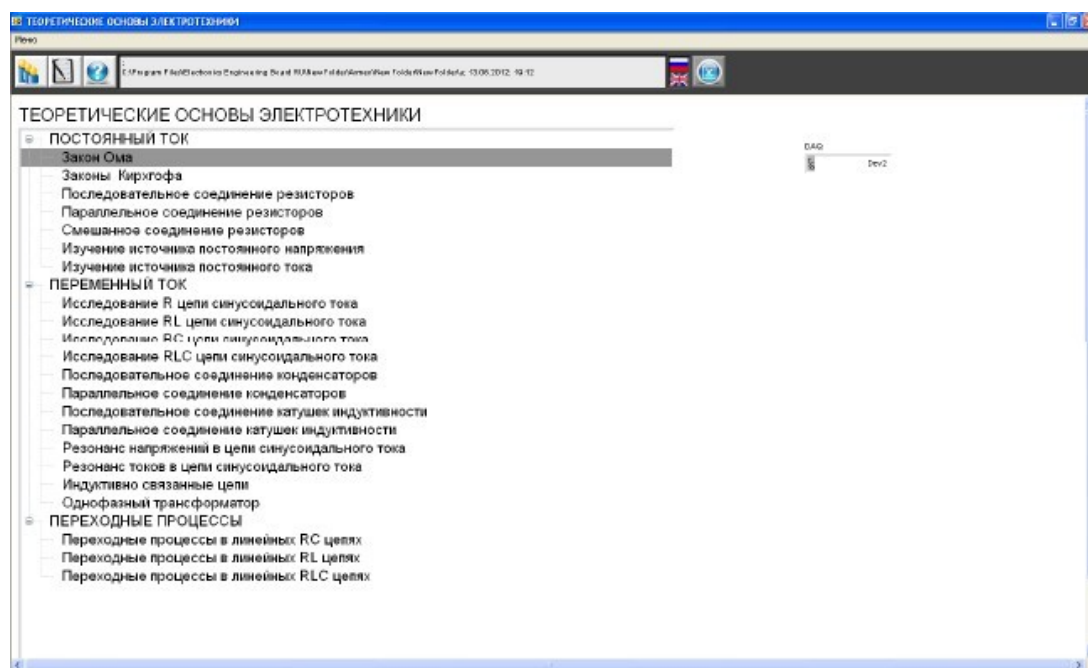
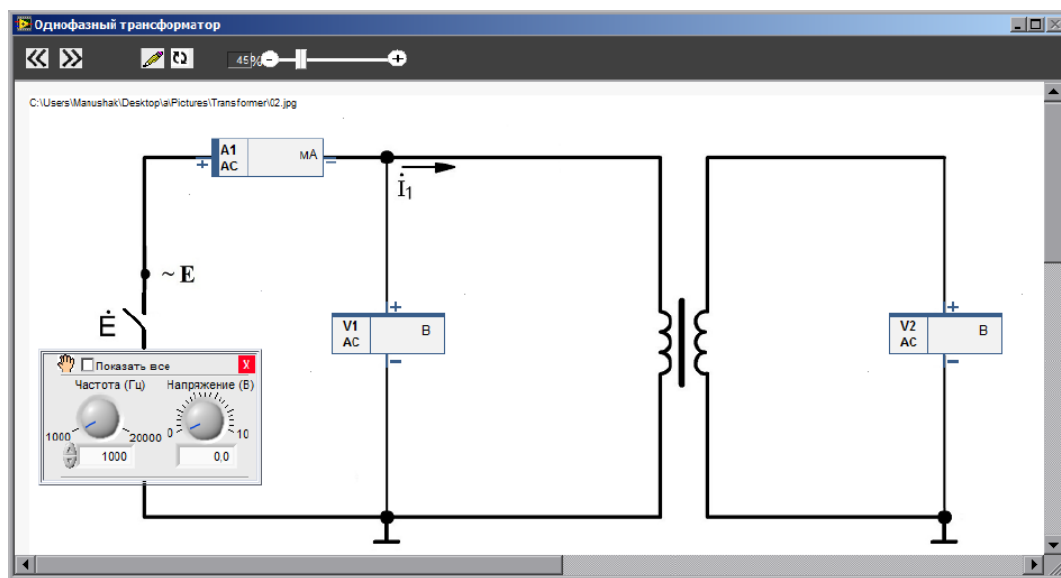

Рисунок 4.11 – Окно главного меню
Рисунок 4.12 – Схема электрической цепи опыта холостого хода
После входа в программу откроется **главное** меню (рисунок 4.11). Переход к выбранной лабораторной работе производится двойным щелчком по соответствующей строке меню.
Лабораторная работа 3 «**Исследование характеристик и параметров однофазного трансформатора**» будет содержать эксперимент «Однофазный трансформатор» из главного меню рисунок 4.11.
3. Из главного меню (рисунок 4.11) двойным щелчком выберите эксперимент «Однофазный трансформатор». Нажмите кнопку *Следующий* (>>) на панели инструментов. Откроется заранее подготовленное изображение электрической схемы лабораторной работы с размещенными на ней полями компонентов и приборов (рисунок 4.12).